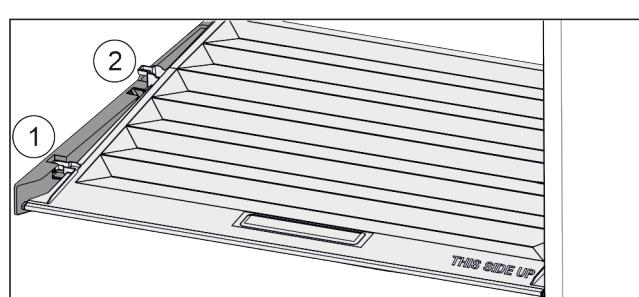

Fig. 48
- Veko potiahnite dopredu až k otvoru v prídržných dieloch Fig. 48 (1).
- Vzadu ho nadvihnite zospodu a zložte smerom nahor Fig. 48 (2).